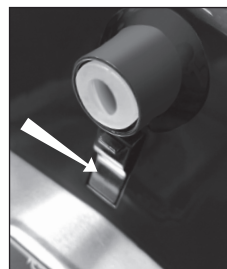

рис.1
- нажатием чашкой на клавишу (рис.1);